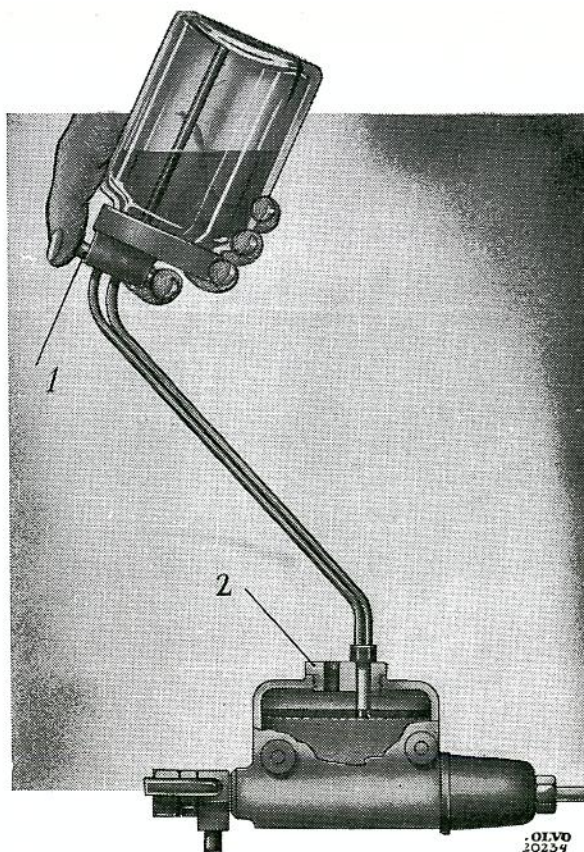

Bild 29. Påfyllning av bromsvätska.
2. Tag bort locket till huvudcylindern. Använd nyckel SVO 1457 för PV 444 A—B och SVO 2384 för PV 444 fr. o. m. C. Fyll vid behov på bromsvätska. Använd helst en speciell påfyllningsflaska enligt bild 29. Skruva därvid i proppen (2) på lockets plats. För ned röret genom det ena hålet i proppen och öppna kranen (1). Flaskan håller sedan vätskenivån konstant och till rätt nivå under luftningen.